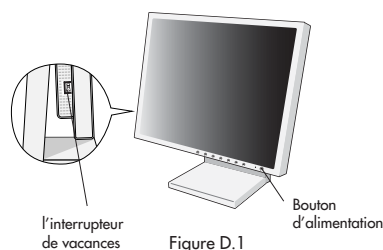

Figure D.1
5. L'Interrupteur de Vacances sur le côté gauche de l'écran doit être allumé. Allume l'écran de Silhouette de bouton et l'ordinateur (**Figure D.1**).